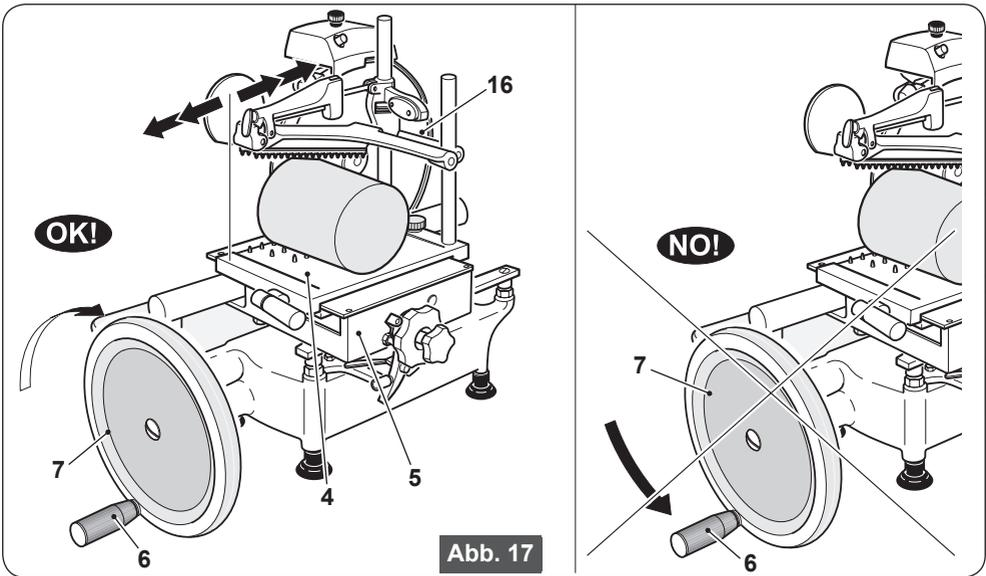

Abb. 17
- Den Griff (6) nehmen und das Handrad (7) in Uhrzeigerichtung drehen, um mit der Umdrehung des Messers und der wechselweisen Bewegung der Schneidgutauflage (4) (Abb. 17) zu beginnen.